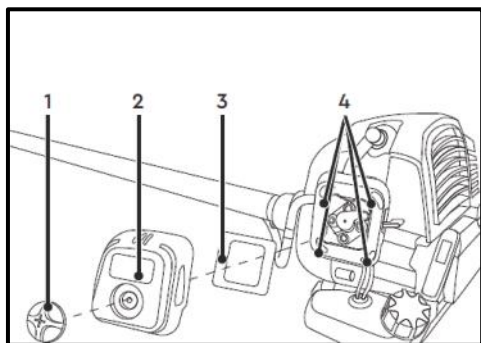

Рис. 42
- Зніміть кришку (2) корпусу повітряного фільтра з кущоріза (Рис. 42);
- Зніміть фільтрувальний елемент (3), \*залежно від моделі – промийте його в чистій воді із милом та просушіть, або продуйте повітрям не більше 2,5 бара (замініть, якщо він пошкоджений) (Рис. 42);
- Після очищення фільтруючого елемента (3), встановіть його в корпус повітряного фільтра, розташувавши за кронштейнами (4) (Рис. 42);
- Встановіть кришку (2) корпусу повітряного фільтра на кущоріз (Рис. 42);
- Встановіть гвинт (1) в отвір кришки (2) повітряного фільтра та затягніть його (Рис. 42).